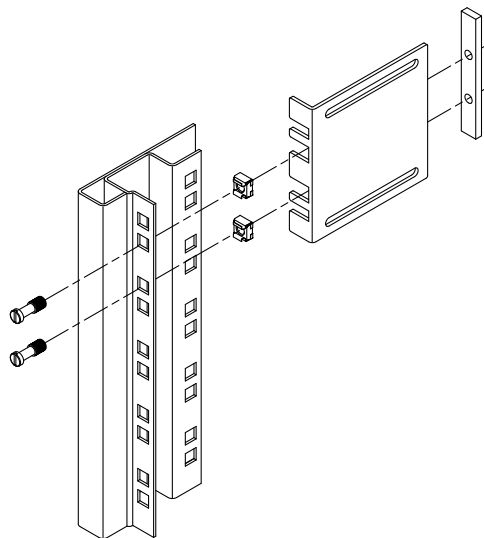

図 3-10 ラックへの固定部品の取り付け
7. 短い固定部品をラック正面の取り付け位置に合わせて、ラック正面の支柱に取り付けます (図 3-10 を参照)。
真鍮製の M6 カラーねじ 2 本、M6 ケージナット 2 つ (必要な場合)、およびねじ受け 1 つを使用して、各固定部品を取り付けます (図 3-10 を参照)。
8. 長い固定部品をラック背面の取り付け位置に合わせて、ラック背面の支柱に取り付けます (図 3-10 を参照)。